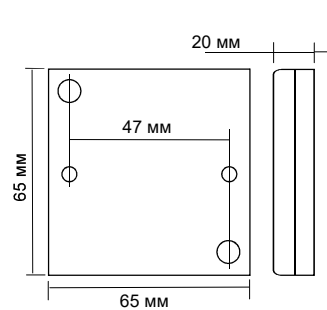

Рис.1 Габаритные размеры корпуса контроллера
2. Разметьте и просверлите отверстия для крепления корпуса контроллера (см. Рис.1).